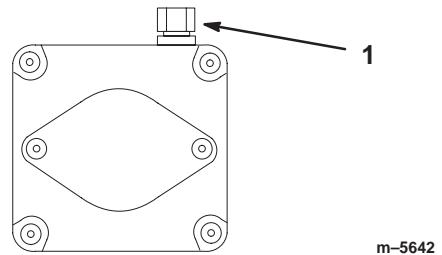

Figure 23
2. Tournez les vannes de dérivation d'un tour dans le sens anti-horaire pour pousser la machine. Cela permet au liquide hydraulique de contourner la pompe et aux roues de tourner (Fig. 23).
Vissez les vannes de dérivation pour utiliser la machine (Fig. 23).